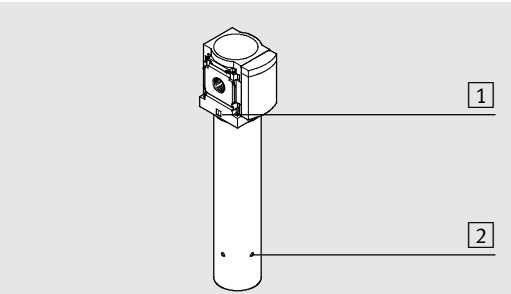

Bild 1 / Fig. 1
- Beachten Sie die Durchflussrichtung von 1 nach 2. Als Orientierung dienen die Ziffern **[1]** auf dem Produktgehäuse (siehe Bild 1). Eine umgekehrte Durchflussrichtung führt zum Funktionsausfall des Membran-Lufttrockners.